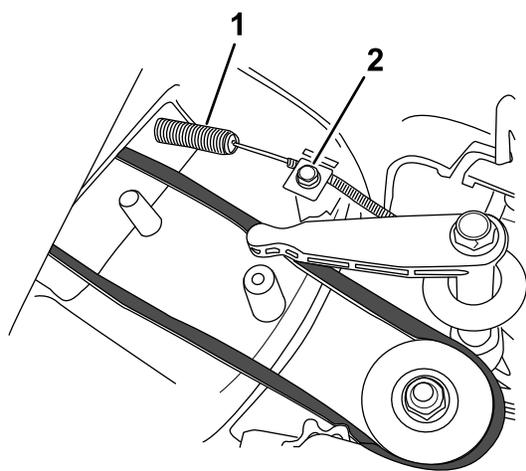

Рисунок 34
4. Установите новый трос тормоза ножа, но не затягивайте зажим троса в верхней части корпуса газонокосилки (Рисунок 34).
5. Ослабьте винт зажима троса (Рисунок 34).